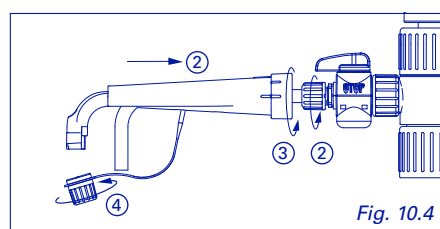

Fig. 10.4
- ③ Attach delivery jet to stopcock (Fig. 10.4)
- ③ Ausstossskanüle einfügen (Abb. 10.4)
- ③ Insérer le bec verseur (Fig. 10.4)